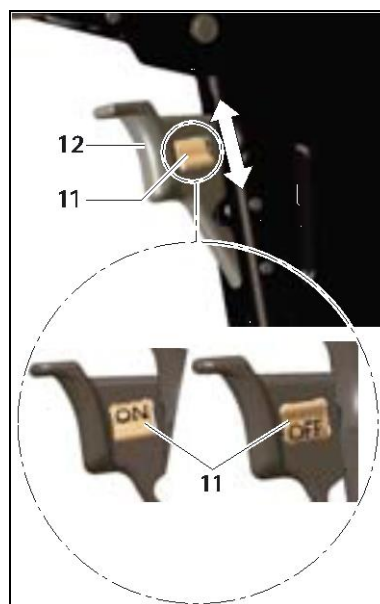

Fig. 3
- Coloque o botão de segurança **11** na posição OFF, veja a Fig. 3.
- Coloque o botão de segurança **11** na posição ON, veja a fig. 3. O perfurador ósseo pneumático KAIRISON **1** está pronto para a operação.
- Coloque o botão de segurança **11** na posição ON, veja a fig. 3. A alavanca de acionamento **12** está na posição de operação.
- Coloque o botão de segurança **11** na posição OFF, veja a fig. 3. A alavanca de acionamento **12** está na posição de segurança.
Coloque o botão de segurança **11** na posição OFF, veja a fig. 3!